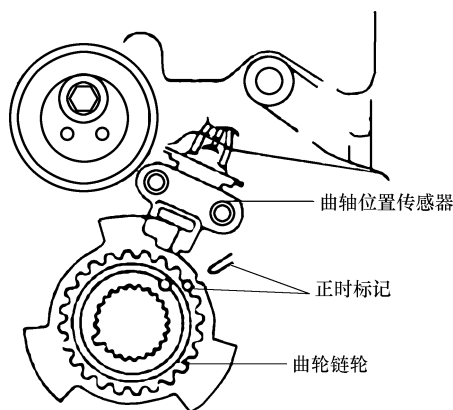
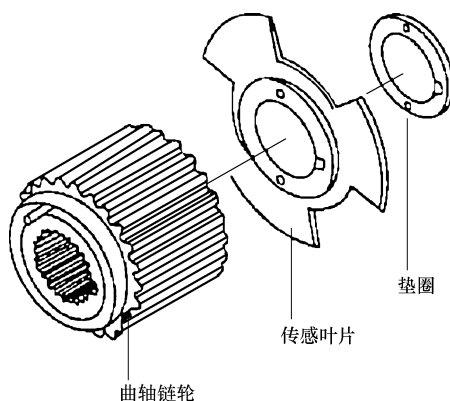

图 29-3 安装曲轴链轮并对齐正时标记
图 29-4 曲轴位置传感叶片
3) 如图 29-3 所示，安装曲轴链轮并对齐正时标记。安装时要注意，不要弯折曲轴位置传感叶片（图 29-4）。